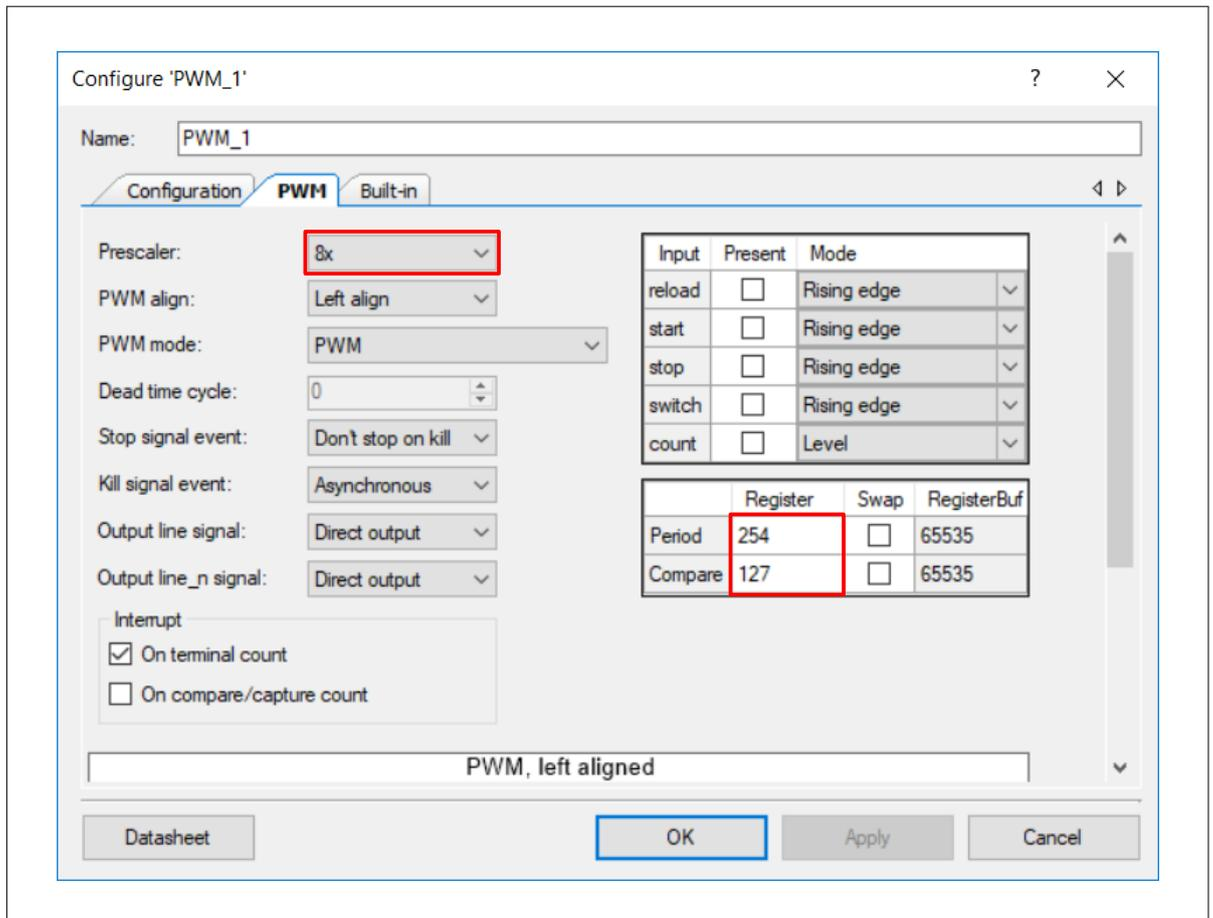

図 39 PWM コンポーネントの設定
7. 図 39 に示すように、回路図の PWM コンポーネントをダブルクリックし、コンポーネントのプロパティを設定してください。PWM タブをクリックして、デューティ比が 50 パーセントの PWM 信号を生成するために、**Period** 値を 254 に **Compare** 値を 127 にセットしてください。